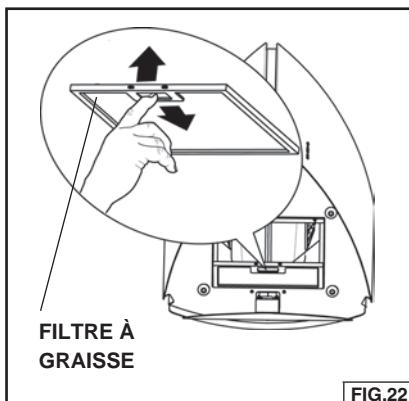

FIG. 22
2. Insérez le filtre à graisse. Fig. 22.